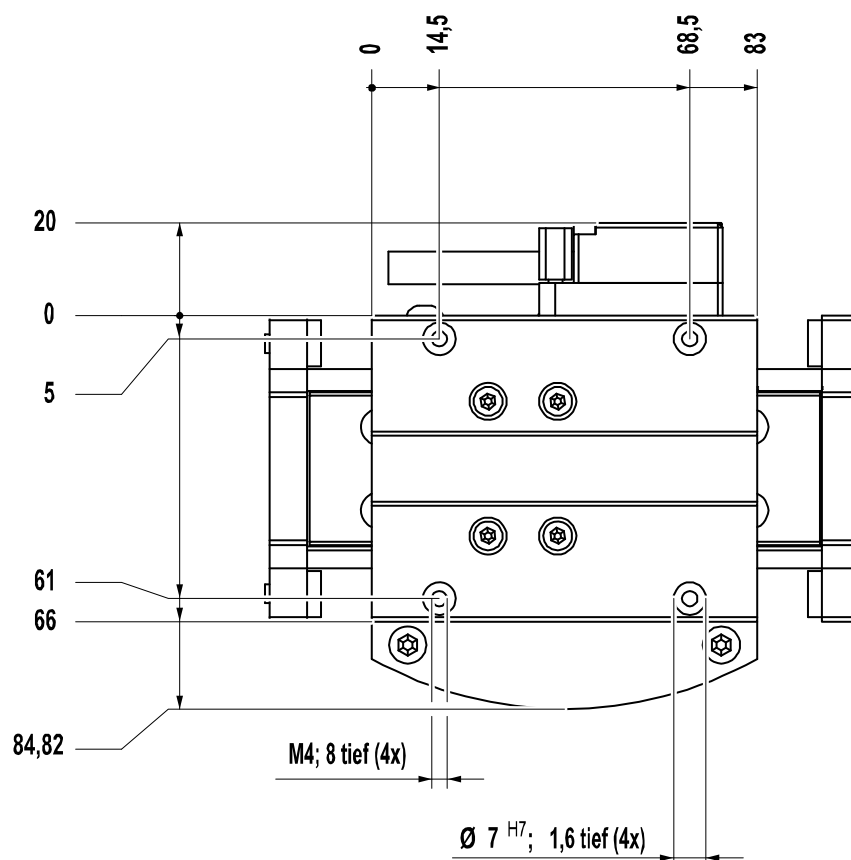

Abbildung 6: Schlittenlänge L=83 mm
Die Befestigung des euroLINE 32 KPA kann am Grundkörper mittels Spannelementen (siehe *Abbildung 3*), oder am Schlitten (siehe *Abbildung 6, Seite 10*) über Gewindebohrungen erfolgen.
**HINWEIS** Befestigungen am Schlitten → siehe *Abbildung 6, Seite 10*.